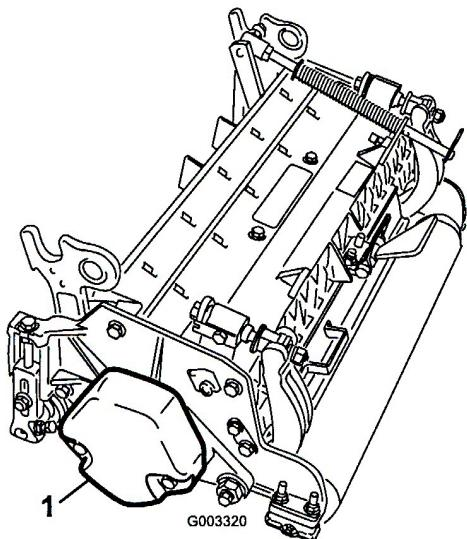

図 6
1. 2 番、4 番、6 番カッティングユニットでは、カウンタ・ウェイトをカッティングユニットの左側に固定しているキャップスクリュ(2 本)を取る。カウンタ・ウェイトを取り外す（図6）。